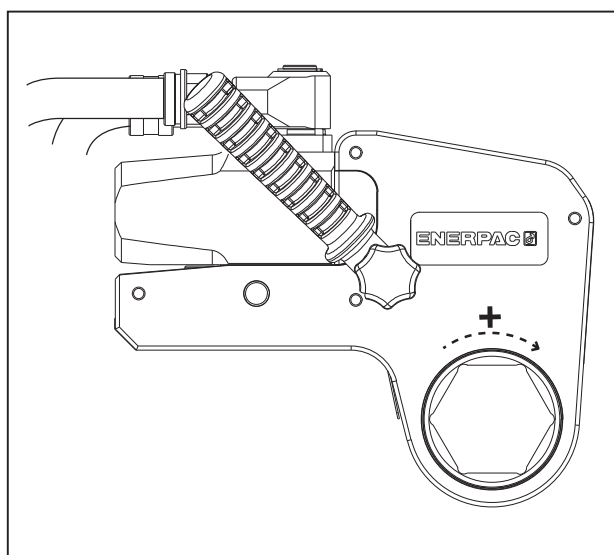

Fig. 9
4.3.1 Serrage d'un écrou ou d'un boulon (fig. 9 et 10)
- Placer le bras de réaction (18) contre un point de réaction approprié (19). Ce point de réaction offrira un contrepont à la force produite par l'utilisation de l'outil.